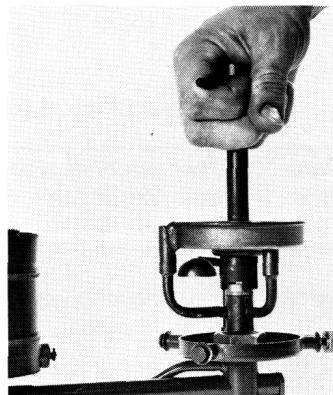
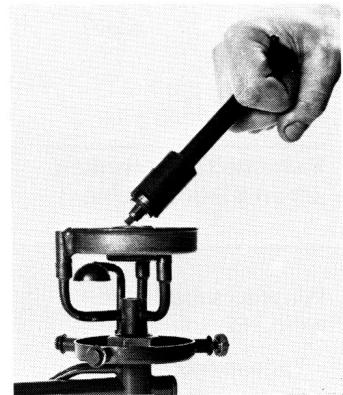

Fig 25
Fig 26
- Düse mit Düsenchlüssel herausdrehen (Fig 25) und herausnehmen (Fig 26).
- Dévisser les gicleurs avec la clé pour gicleurs (Fig 25) et les démonter (Fig 26).